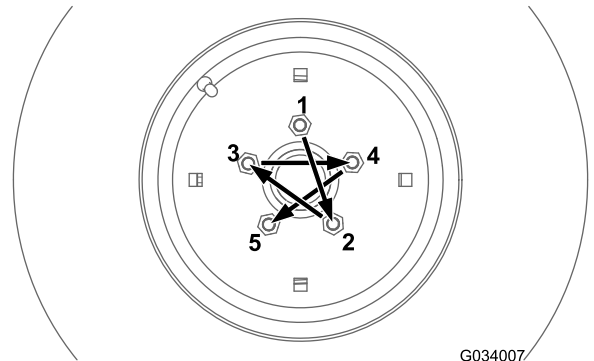
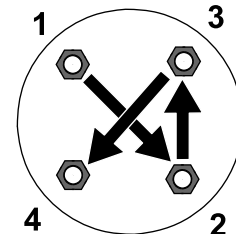

图 69
图 70
如图 69和图 70 所示的方式将前轮和后轮仅限 4 轮驱动机器上的车轮螺母上紧至指定扭矩。
- 前轮请参阅图 69
- 后轮仅限 4 轮驱动机器请参阅图 70